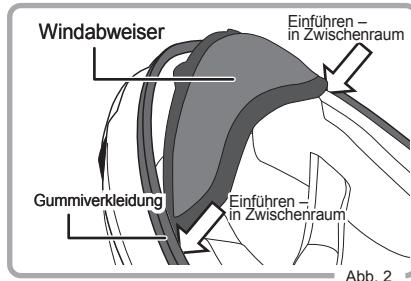

Abb. 2
2. Das Zwischenfutter beider Seiten des Windabweisers zwischen den vorderen Bereich des Wangenpolsters und der Gummiverkleidung einführen. (Abb.2)